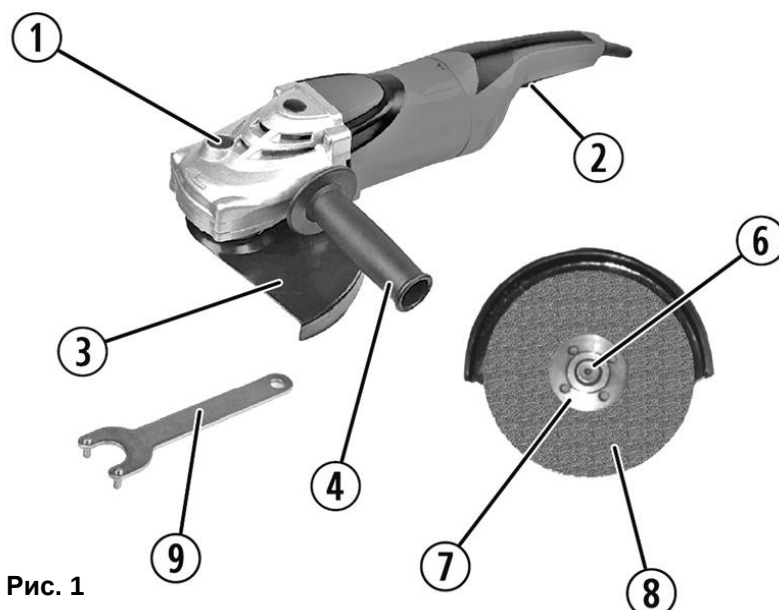
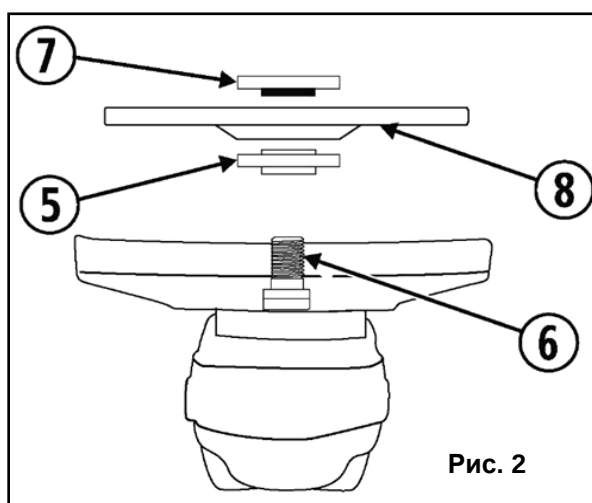

Рис. 1
Рис. 2
- Расположите инструмент шпинделем (6) вверх (См. Рис. 2).
- Удерживая нажатой кнопку фиксации шпинделя (1)(См. Рис.1), установите внутренний фланец (5) на шпиндель (6)(См. Рис.2).
- Установите новый, исправный отрезной или шлифовальный круг (8).
- Если Вы устанавливаете абразивный круг с утопленным центром, то выпуклость диска должна быть направлена в сторону внутреннего фланца (См. Рис.2).
- Накрутите внешний фланец (7) на шпиндель (6). Если Вы устанавливаете **шлифовальный круг**, то бортовое кольцо фланца (7) должно быть направлено **к кругу** (См. Рис. 2).
- Крепко затяните внешний фланец (7)(См. Рис. 2; 3) с помощью фланцевого ключа (входит в комплект поставки).
- Отпустите фиксатор шпинделя (1)(См. Рис.1).
- Расположите инструмент шпинделем (6) вверх (См. Рис. 2; 3).
- Удерживая нажатой кнопку фиксации шпинделя (1)(См. Рис.1), отверните наружную фланцевую гайку (7)(См. Рис.2), идущим в комплекте фланцевым ключом (9)(См. Рис.1).
- **Для включения** инструмента - нажмите на клавишу пускового выключателя (2) (См. Рис.1). Переведите ее в положение «ВКЛ» (ON).
- **Для выключения** инструмента - отпустите клавишу пускового выключателя (2) (См. Рис.1). Переведите ее в положение «ВЫКЛ» (OFF).